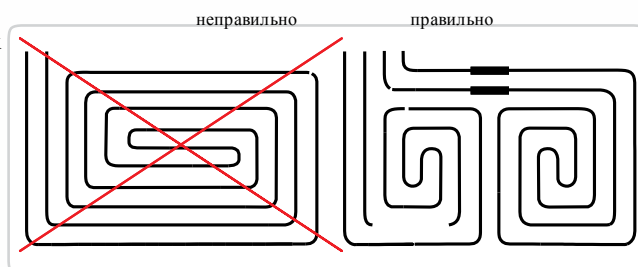

Рисунок 8
- за счет создания зон расширения можно избежать негативного влияния теплового расширения. Между температурными швами следует применять защитные трубы длиной 10-10 см в обоих направлениях (Рисунок 8).
Между температурными швами следует применять защитные трубы длиной, как минимум, 10 см с обеих сторон (Рисунок 8).